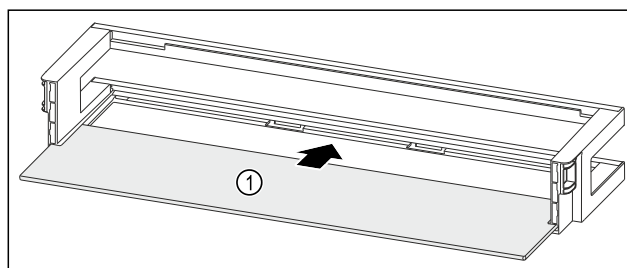

Fig. 170 Dvevní přihrádka s odkládací plochou
- Odkládací plochu Fig. 170 (1) zasuněte do bočních vybrání.